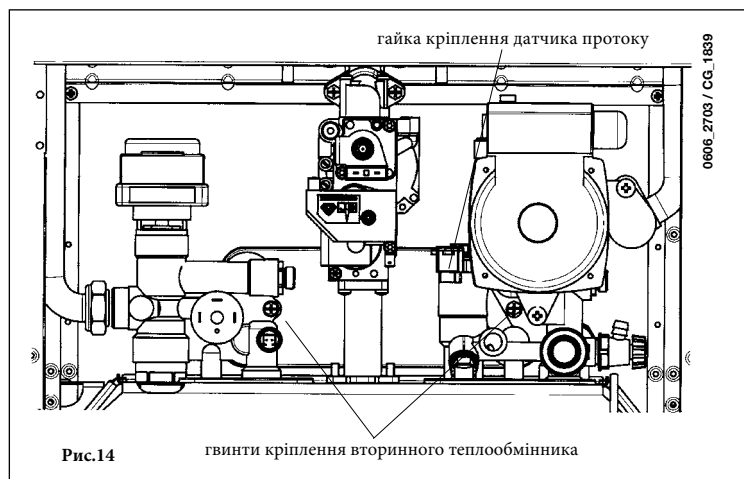

Рис.14
- відверніть гайку на блоці датчика потоку води (Рис.14);
- відкрутити два гвинти (прямо перед вами), що кріплять теплообмінник ГВП, і вийняти його (Рис.14).